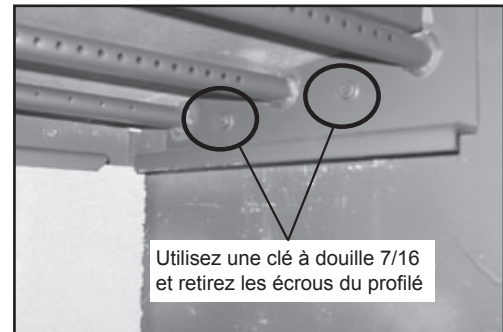

Figure 24.2
3. Enlevez les 2 écrous de canal (7/16) et les 2 boulons (3/8) à l'intérieur de la chambre (**Figure 24.2**).